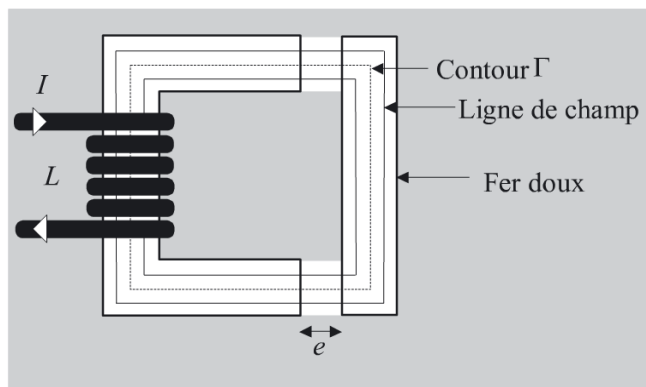

Figure 3 : Schéma de principe du capteur
- Etude du capteur** : Soit le circuit magnétique de la figure 3 :
Le corps du circuit magnétique est réalisé en fer doux feuilleté. On suppose que les lignes de champ sont parfaitement guidées par le circuit magnétique et que l'entrefer e est suffisamment petit (on néglige les lignes de champ pouvant fuir dans la région symbolisée en gris sur la figure 3).